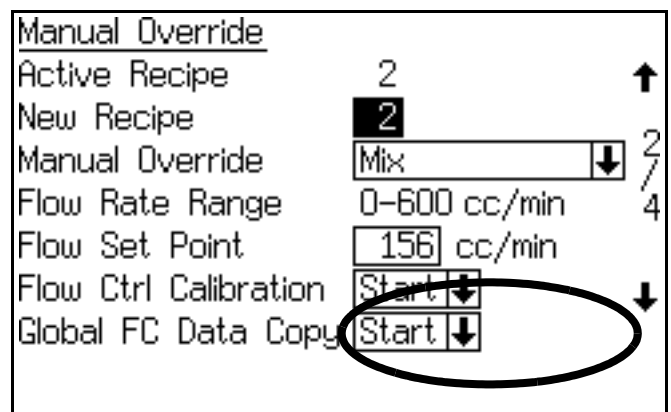

Рис. 100. Экран перехода в ручной режим
Перейдя на **Экран перехода в ручной режим** (см. Рис. 100), в пункте "Глобальное копирование данных о регулировании расхода (FC)" выберите опцию "Запуск". Глобальное копирование дает начальную точку для всех рецептур, активируя **Непрерывное обучение**, (см. стр. 94).